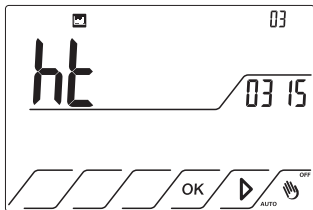

Fig.49
12.5 Premere il tasto ► per visualizzare la pagina n.03. Fig.49